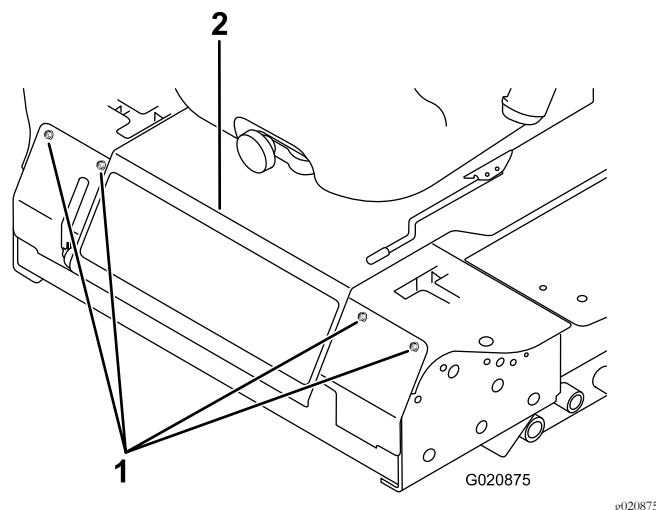

Figure 51
2. Retirez les boulons de fixation du panneau avant et déposez le panneau (Figure 51).